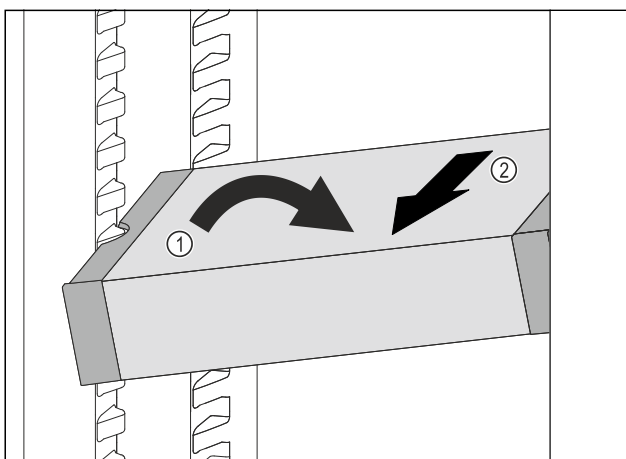

Fig. 92
- Impostare il vano frigorifero di VarioSafe ad angolo. Fig. 92 (1)
- Rimuovere VarioSafe tirando in avanti. Fig. 92 (2)